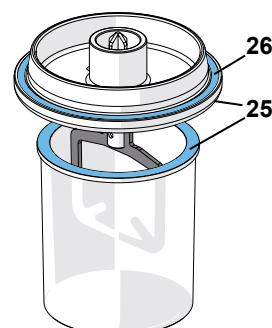

Abb. 10
- ⇒ Auf sauberen Becherrand und Deckelrand (25, Abb. 10) achten!
- ⇒ Becher (14) an Gerät ankoppeln.
- ⇒ Erst loslassen, wenn Becher von alleine hält, Balkenanzeige des Vakuums (23) ist über die Hälfte ausgeschlagen!
- ⇒ Mischvorgang starten: Steuerknopf (1) drücken.